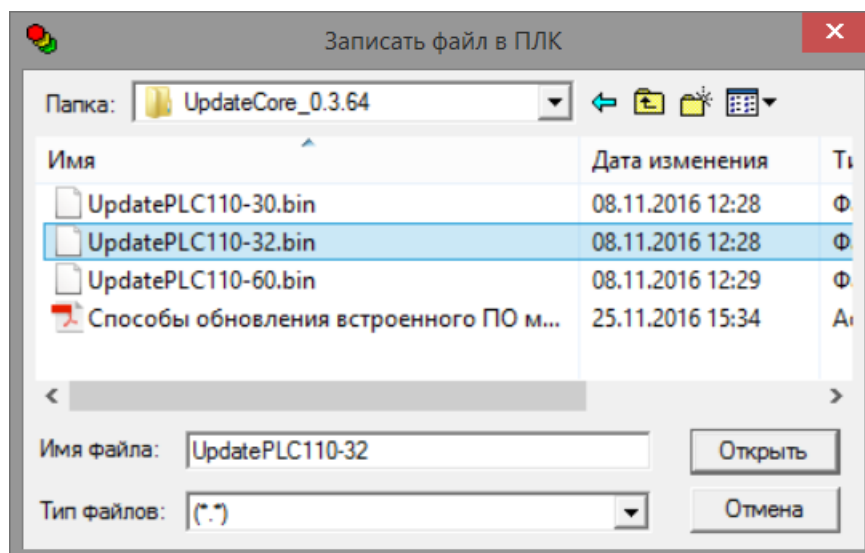

Рисунок 1.1. Выбор файла прошивки для записи в ПЛК
6. Записать в память ПЛК файл обновленного ПО микроконтроллера. Для этого выполнить команду «Онлайн | Записать файл в ПЛК (Online | Write File to PLC)». Выбрать файл прошивки (рисунок 1.1).